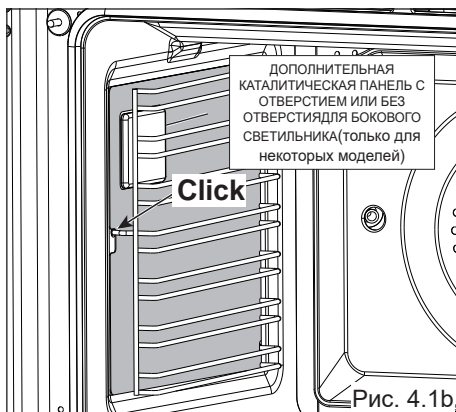

Рис. 4.1b
- Вставьте передний выступ боковой полки в отверстия в передней части духовки. (рис. 4.1b).